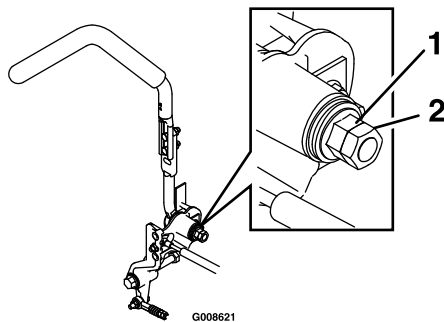

Bild 64
2. Lösen Sie die Klemmmutter (Bild 64).